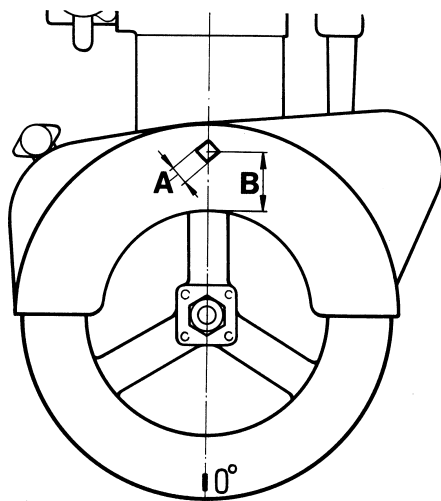

Figure 44. Trou percé dans protège-courroie de MD3B d'ancien modèle
6. Contrôler l'emplacement du repère sur le volant. Pour pouvoir effectuer ce travail avec facilité sur le MD3B d'ancien modèle, qui n'a pas de trou dans le protège-courroie, on peut percer un trou comme indiqué sur la figure 44.